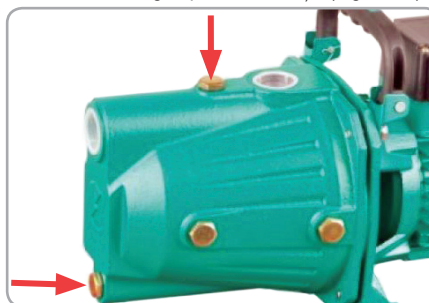

Fig.16
- Se desfac ambele supape, cea din partea inferioară (Fig.3, poz.1), pentru golire și cea din partea superioară, de aerisire (Fig.3, poz.2) și apoi se lasă să se scurgă apa din instalație (Fig.16,17).